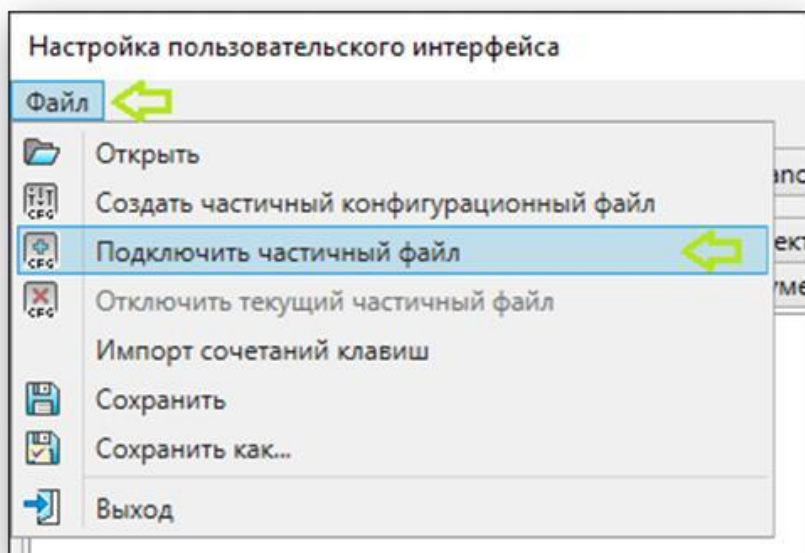

Рис. 4.3. Подключение файла адаптации
4.3. Загрузите файл частичной адаптации **ideasoft.cfg** (рис. 4.3.)